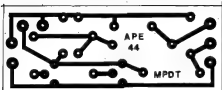

Fig.3
- **FIG. 3 - LAY OUT DO CIRCUITO IMPRESSO ESPECÍFICO** - A plaquinha é uma "meia-quilha": pequena, de desenho simples e desengonçado! Mesmo quem ainda não se "arriscou" a realizar sua primeira placa, poderá tentá-lo, "sem medo"... O padrão cobreado está, na figura, em escala 1:1 (tamanho natural), podendo então ser copiado diretamente sobre a face cobreada de uma fenolite virgem, ação seguida da traçagem com decalques ou tinta ácido-resistente, corrosão na solução de perclorato de ferro, limpeza e furação... Durante toda essa fase (simples, podemos garantir) de realização e utilização do Circuito Impresso, o principiante poderá (antes, **deverá...**) recorrer às **INSTRUÇÕES GERAIS PARA AS MONTAGENS**, onde encontrará sempre conselhos, "dicas" e sugestões fundamentais (os "veteranos" já sabem tudo aquilo, mas os "começantes" precisam ser lembrados, a todo instante, que é pra não "pisarem na bola", até ficar "macacos velhos"...).